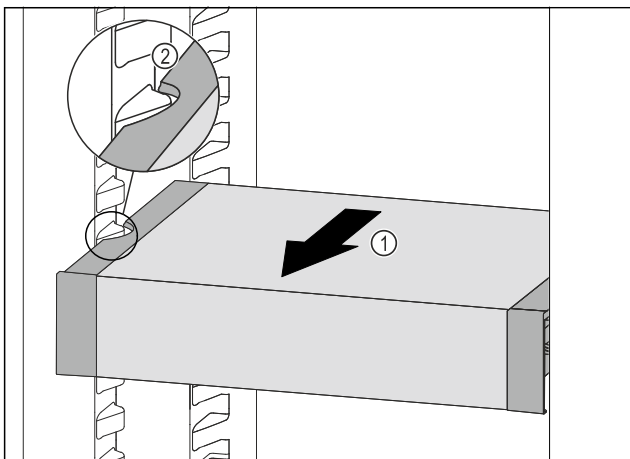

Fig. 131
▶ Потягнути VarioSafe вперед Fig. 131 (1), поки бокові заглиблення VarioSafe не опиняться на рівні ребра для ємності в охолоджувальному відділенні. Fig. 131 (2)